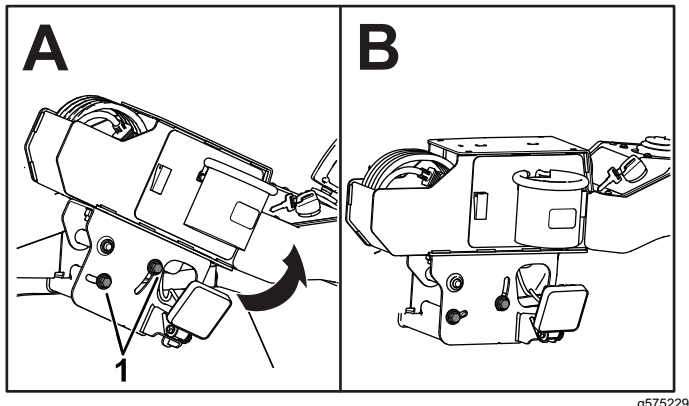
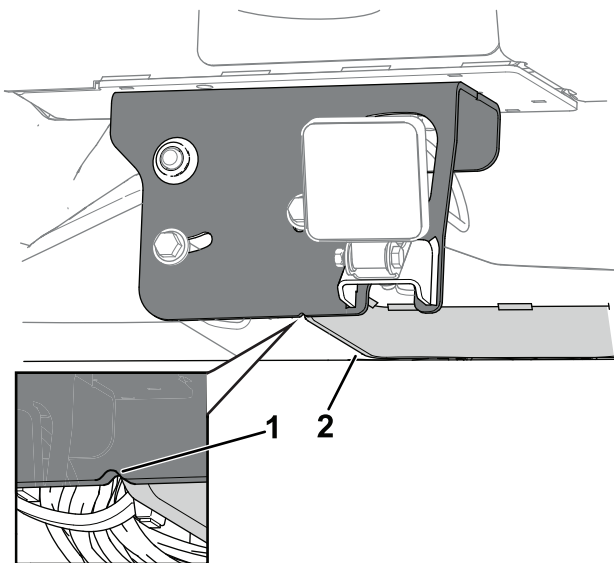

図 10
図 11
1. コンソールピボットプレートの2本のねじM8を緩め、位置合わせマークがハーネスシールドと合うまでコンソールを上方向図 10に回転さる図 11。